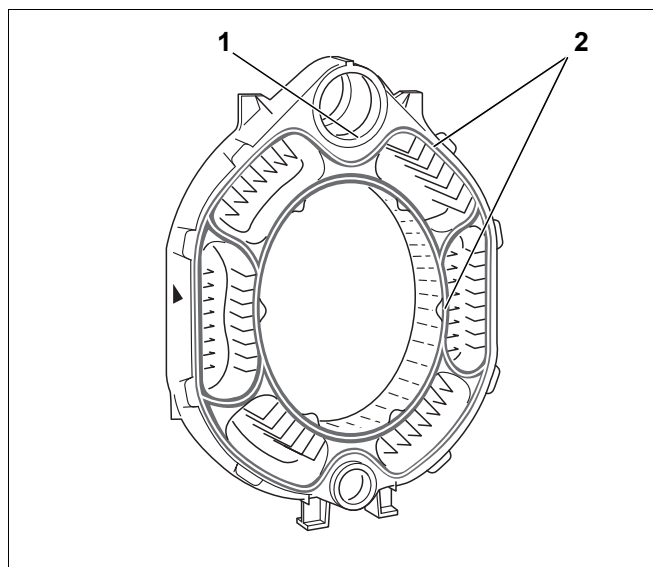

Bild 12 Vorbereitung des Mittelgliedes
- Dichtflächen der Naben mit Dichtmittel einstreichen (Bild 12, **Pos. 1**).
- Dichtfedern mit Haftmittel (Haftgrund) einstreichen (Bild 12, **Pos. 2**).